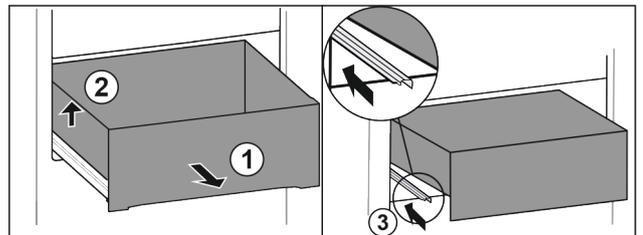

Fig. 71
- ▶ 将抽屉拉出至止挡。 Fig. 71 (1)
- ▶ 抬起抽屉左侧。 Fig. 71 (2)
- ▶ 推入左侧轨道。 Fig. 71 (3)